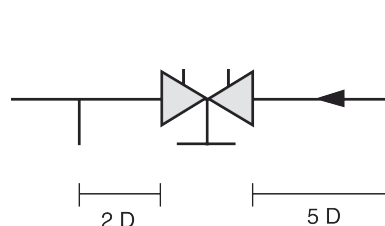

Figure 2a - Longueurs droites de tuyauterie
- les exigences concernant la présence d'un tuyau droit avant la vanne, après un coude ou une pompe et après la vanne ont été respectées (figures 2a & 2b).